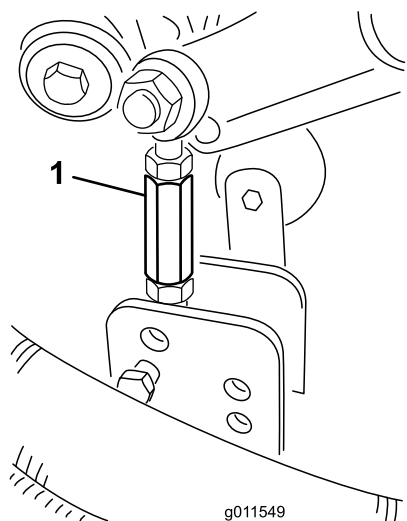
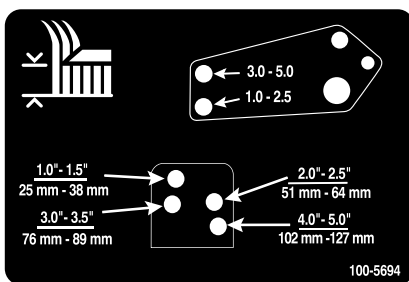

Figura 24
Figura 25
- Retire os contrapinos tipo grampo e os pinos de segurança que fixam os elementos de ligação do amortecedor aos suportes da unidade de corte (Figura 24). Alinhe os orifícios do elemento de ligação do amortecedor com os orifícios da altura de corte desejada na estrutura da unidade de corte (Figura 25) e monte os respectivos pinos de segurança e contrapinos tipo grampo.